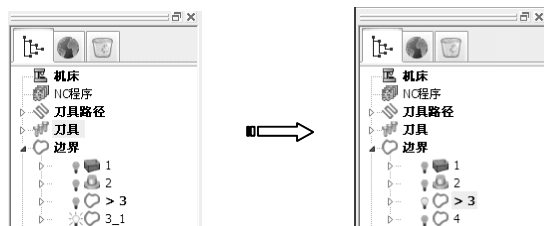

图 3-178 重命名边界
1) 在绘图区选择上一步所创建的边界 3，在该线上单击鼠标右键，在弹出的快捷菜单中选择“编辑”→“复制边界”命令，在 PowerMILL 资源管理器中可将复制出一个新边界，将其重新命令为 4，如图 3-178 所示。